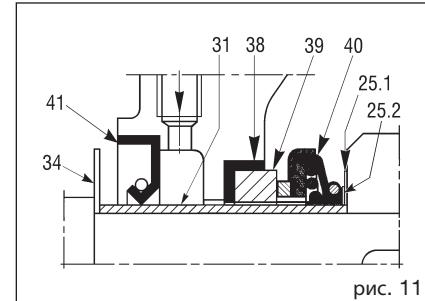

рис. 11
- Во всех моделях расстояние, которое проходит между верхней частью лопастей рабочего колеса и поверхностью компенсационной пластины должно быть в пределах 0,3 - 0,6 мм (рис. 19). В модели 12" необходимо расстояние между рабочим колесом и задней и передней компенсационными пластинами должно быть в пределах 0,6 - 1 мм (рис. 22). Для получения коэффициентов А и В, как на рис. 17, 18, 20, 21, должно быть как можно более одинаковыми. В данных целях используются регулировочные шайбы (25.2) (рис. 11), оснащенные запасными уплотнителями. Данные шайбы служат для перемещения вперед рабочего колеса в том случае, если оно окажется слишком далеко от передней компенсационной пластины и слишком близко к задней компенсационной пластине (если таковая предусмотрена). Регулировочные шайбы должны быть установлены между опорным кольцом уплотнителя (25.1) (рис. 11) и рабочим колесом. Дополнительные регулировки могут быть выполнены на уплотнителях корпуса и задней пластины.